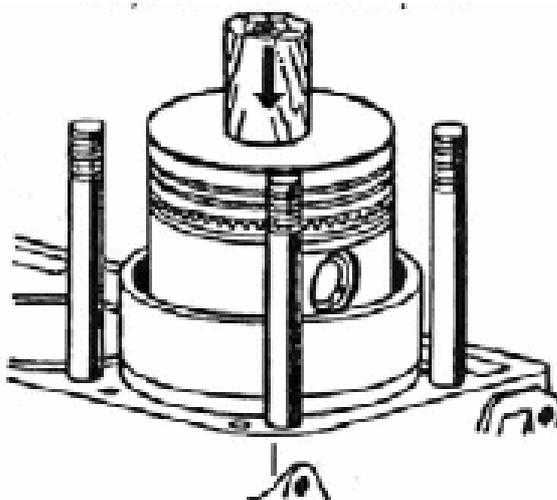

Рисунок 59 – Установка поршня с кольцами в цилиндр
- надеть на болты шатунов предохранительные наконечники, с помощью специальной оправки с внутренней конусной поверхностью сжать кольца и вставить поршень в цилиндр (Рисунок 59).